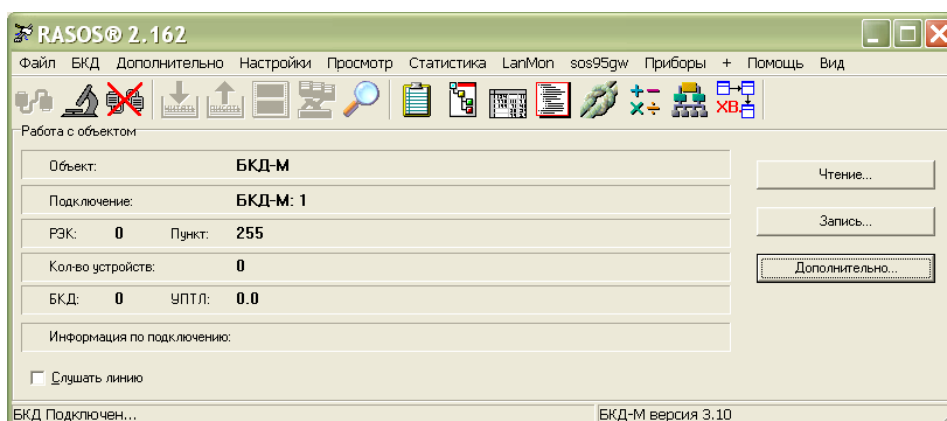

Рисунок 9 - Подключение к мастер-устройству
3) В программе RASOS произвести подключение к БКД-М (рисунок 9). Проверить наличие сообщения «БКД подключен».
2) Подключиться программой RASOS к БКД-М (рисунок 9).
- 2) Подключиться программой RASOS к БКД-М (рисунок 9).
- 4) Выполнить подключение к усилителю командой «БКД \ Подключение». Откроется окно, в котором будет указано «БКД-подключен» (рисунок 9).